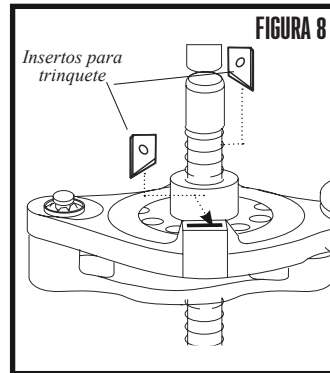

FIGURA 8
6. Coloque el ensamblado del trinquete de modo que el mecanismo de palanca se encuentre a su derecha. Coloque un inserto para trinquete en la ranura de la placa de trinquete superior que se encuentre más cerca de usted. El extremo con punta del inserto para trinquete debe estar hacia abajo y a la izquierda (**FIGURA 8**).